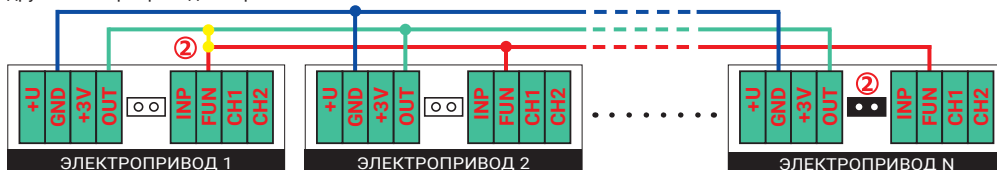

Рис. 1. Объединение в систему нескольких шаровых электроприводов из серий GIDROLOCK WINNER
К основному устройству возможно подключение нескольких электроприводов (рис. 1).
ВНИМАНИЕ! В одном из электроприводов соедините между собой **клеммы OUT и FUN** или установите **джампер (2)** (рис. 1, фото 8).